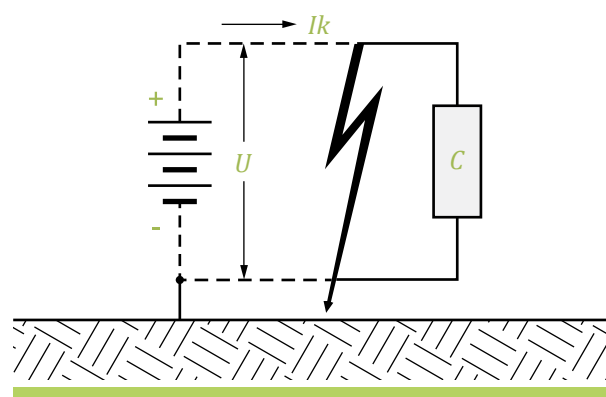

Figura 11
- » Primer caso: El valor de la corriente de cortocircuito I_k dependerá del valor de la tensión U y de la resistencia de los cables involucrados en el circuito de esta, como se puede apreciar en la figura 11. No se observa la influencia de la conexión a tierra.